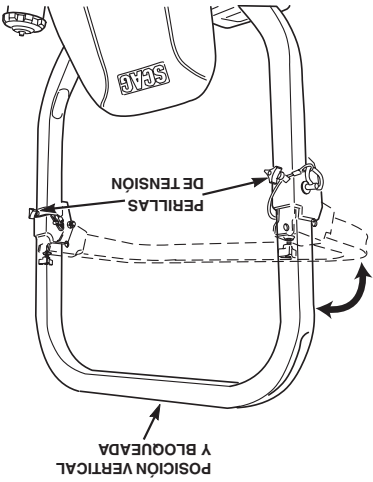

Figura 2-1 Sistema plegable de protección contra vuelco
1. Para bajar la barra contra vuelco, anjoe la perilla de tensión en las barras del lado izquierdo y derecho. Vea la Figura 2-1.